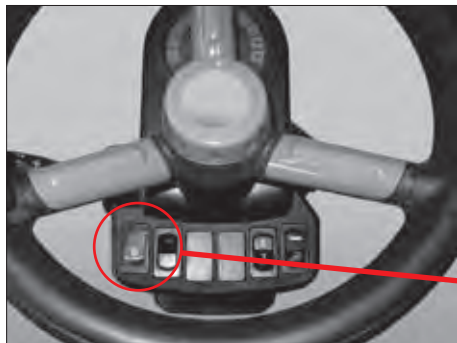

Fig. 30
- Flyt styrehåndtaget til den ekstra hydraulik til højre (R):
- Hold kontakten pos. 2 (Fig. 30) trykket ind, og flyt styrehåndtaget til den ekstra hydraulik til venstre (L):